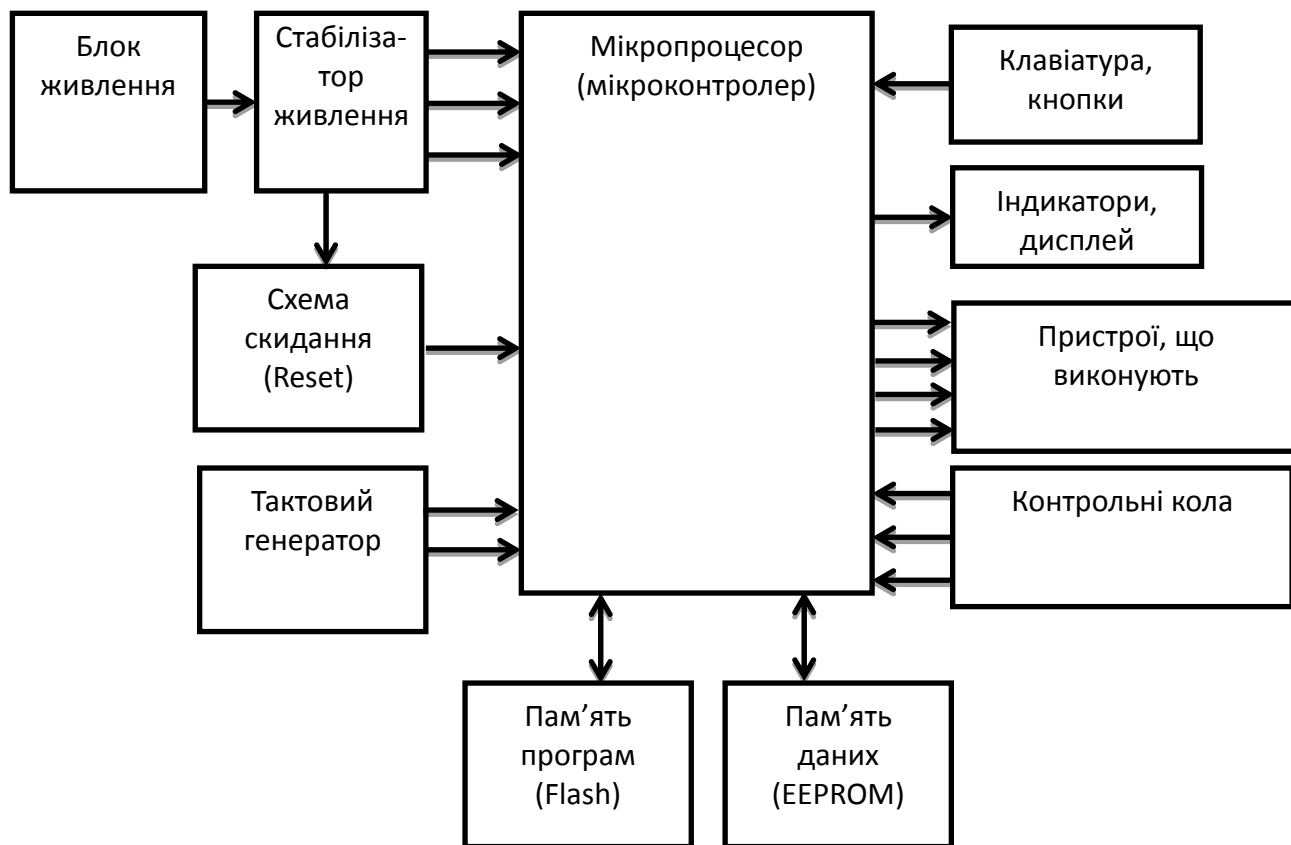

Рисунок 4.1 – Узагальнена структурна схема МПС
2. Ознайомитись з розташуванням плат МПС, ЕРЕ на них та знайти основні вузли у відповідності з узагальненою структурною схемою (рис. 4.1). Занести до звіту маркування та назви відповідних елементів.
5. Маркування та повні позначення основних вузлів МПС у відповідності з рис. 4.1.